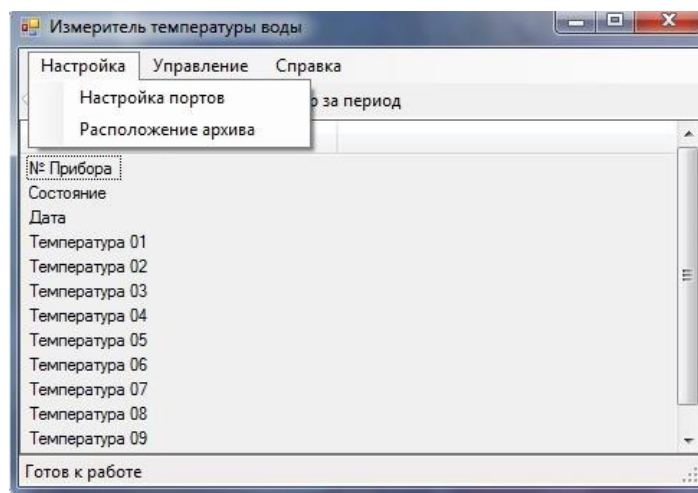
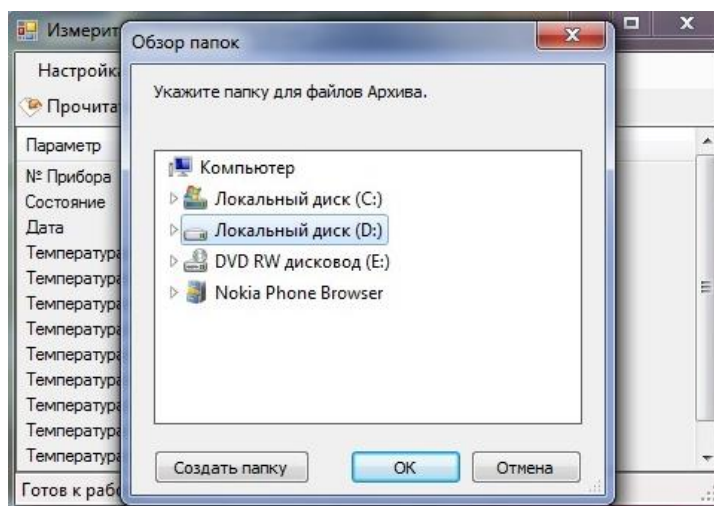

Рисунок 6 – Измеритель температуры почвы
Рисунок 8 – Настройка пути файла архива
4.4.2 Запустить программу «Water Termometr.exe». В открывшемся окне «Измеритель температуры воды» выбрать меню «Настройка» (рисунок 6)
4.4.4 В меню «Настройка» выбрать опцию «Расположение архива» (рисунок 6) и указать путь, где будут храниться файлы с историей показаний прибора (рисунок 8).